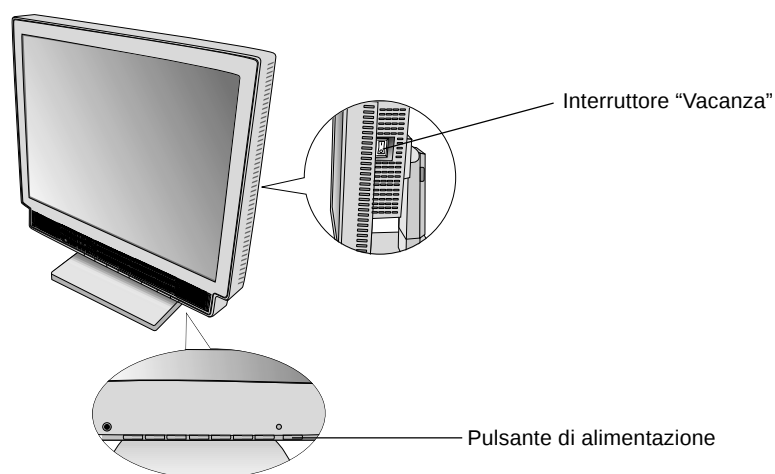

Figura F.1
7. L'interruttore "Vacanza" sul fianco destro del monitor deve essere acceso (**Figura F.1**). Accendere il monitor con il pulsante di alimentazione e il computer.